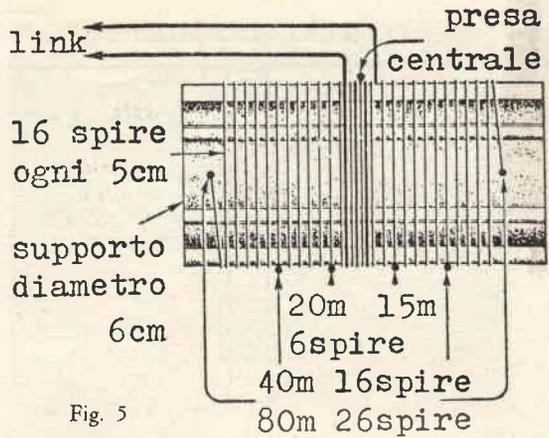

Fig. 5
a massa il centro della bobina, perchè si possono ottenere risultati migliori ed in ricezione anche una ulteriore riduzione di disturbi statici. In Fig. 5 è disegnata un tipo di bobina che può essere senza altro adottata. Se il supporto è in ceramica e le spire sono in filo di rame di circa 1 mm sarà possibile usarla sia in ricezione che in trasmissione. La forma del supporto con costolatura, è consigliabile anche quando la bobina è usata solo tanto in ricezione, perchè è possibile applicare dei clips alle spire intermedie con grande facilità. Naturalmente non è necessario costruire una bobina identica a quella di Fig. 5, purchè il numero delle spire sia tale da permettere di sintonizzare l'antenna sulle gamme usate. E' molto conveniente usare del filo di rame stagnato perchè in questo caso si possono saldare agevolmente delle prese intermedie. Il link consiste di 2 o 3 spire di rame bene isolato, avvolto intorno al centro della bobina stessa. Poichè il numero di spire ideale varia da gamma a gamma, per il link occorrerà trovare un compromesso. Se però le frequenze più alte non interessassero troppo, è bene costruire un link con numero di spire maggiore. Riguardo al condensatore variabile, può essere di qualsiasi tipo, se usato solo in ricezione, anche quelli usati normalmente negli apparecchi radio commerciali. Se però l'antenna è usata in trasmissione, allora il condensatore dovrà avere le lamine fortemente spaziate a meno che il trasmettitore non sia di debole potenza. Se si usa un commutatore, il variabile può essere connesso ora in serie ora in parallelo senza difficoltà alcuna. Riguardo alla sua capacità, di solito un variabile da 200 pF è più che sufficiente. Si potrebbe usare anche un condensatore con una
- Fig. 5 - Dettagli della bobina.